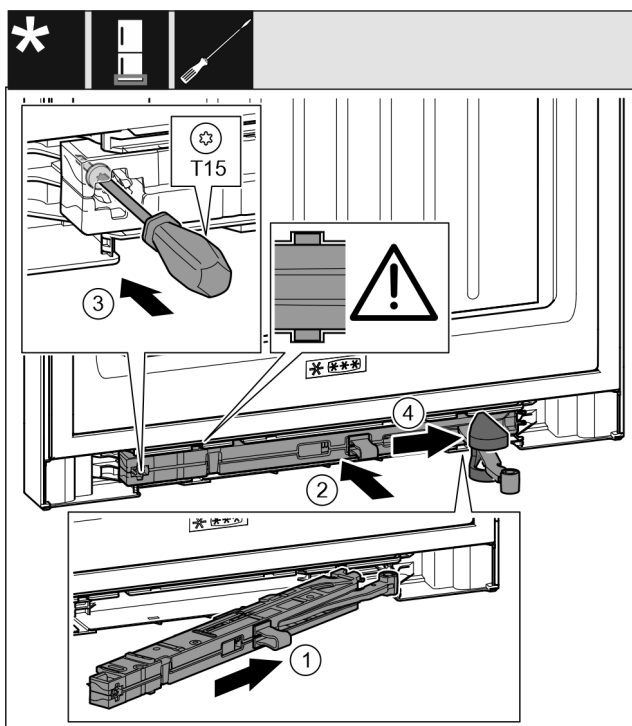

Fig. 37
- ▶ Gurnite jedinicu prigušivača zatvaranja na strani podloška ležaja do graničnika koso u otvor. Fig. 37 (1)
- ▶ Gurnite jedinicu prigušivača zatvaranja u potpunosti u otvor. Fig. 37 (2)
- ▶ Odvijačem T15 čvrsto pritegnite vijak. Fig. 37 (3)
- ▶ Gurnite pokrov preko zgloba. Fig. 37 (4)